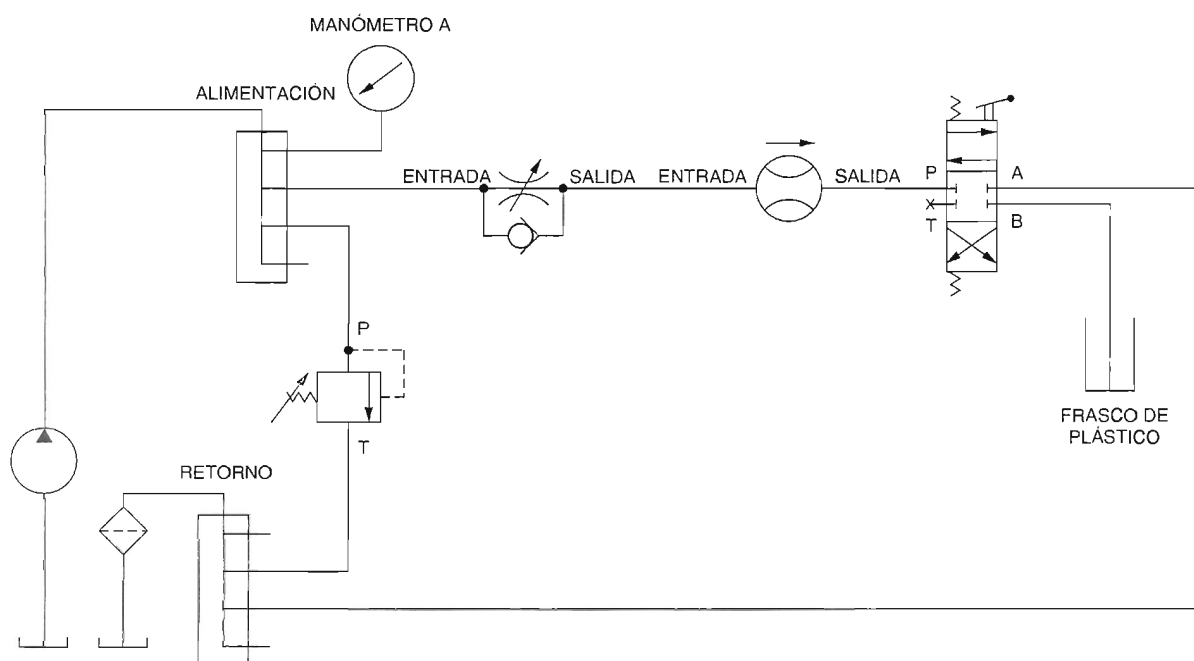

Figura 5-18. Medición de la exactitud del caudalímetro.
- ☐ 1. Conecte el circuito como se muestra en la Figura 5-18. Asegúrese de que el frasco de plástico esté vacío antes de conectarlo al orificio B de la válvula direccional.